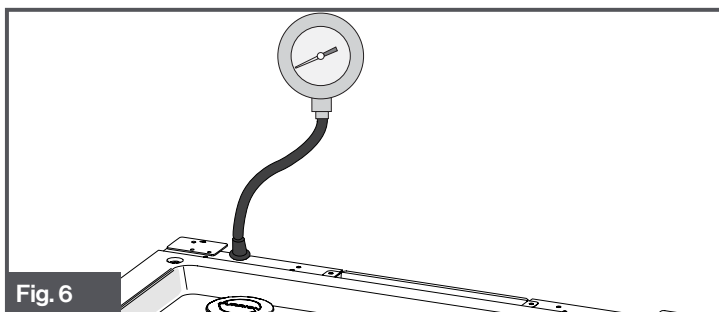

Fig. 6
7. El manómetro debe medir entre 10" WC a 13.8" WC. (Fig. 6)